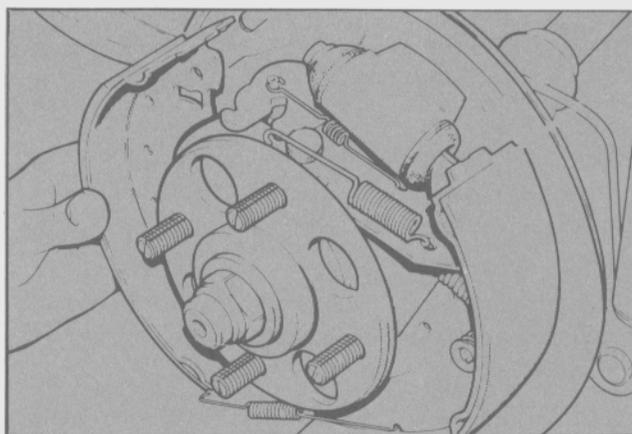

Fig. 51 - Extracción de la zapata primaria
- Desmontar la zapata del anclaje y del cilindro de rueda. Separar los resortes de retorno y retirar la zapata primaria (Fig. 51).